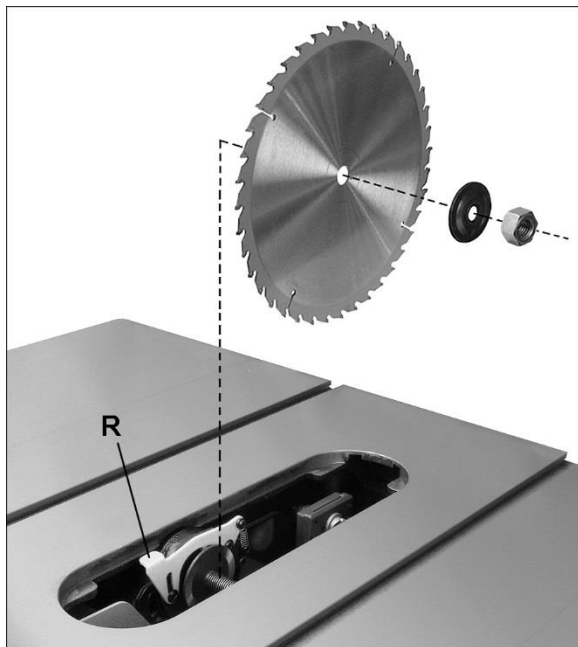

Рисунок 6-9: Установка пильного диска.
См. Рисунок 6-9.
6. Нажмите и удерживайте рычаг (R, Рисунок 6-9) и поворачивайте диск, пока не сработает фиксатор вала. Затяните гайку по часовой стрелке с помощью гаечного ключа из комплекта. Не перетягивайте гайку.